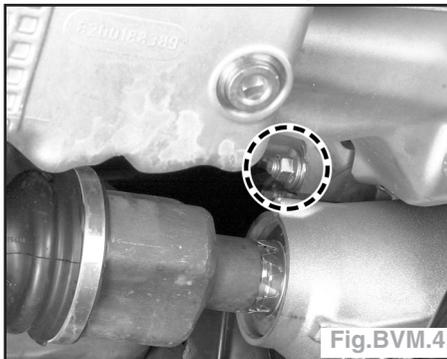

Fig.BVM.4
- les vis de fixation supérieure (2) du tour de boîte sauf la vis (1) qui sera uniquement desserrée,
- l'écrou de fixation latéral coté transmission (la dépose du goujon de cette fixation n'est pas préconisée car il facilite le centrage de la boîte de vitesses à la repose sur le moteur) (Fig.BVM.4).